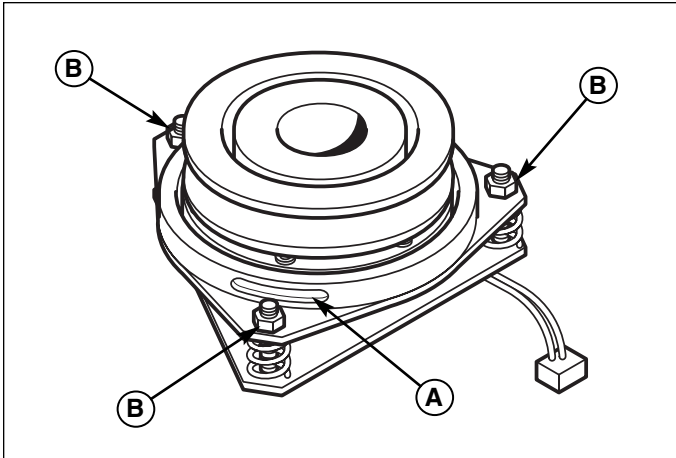

Figure 25. Réglage d'embrayage de prise de force
2. Reportez-vous à la Figure 25. Notez la position des trois fenêtres de réglage (A) sur le côté de la plaque de frein et écrous de réglage à frein élastique (B).